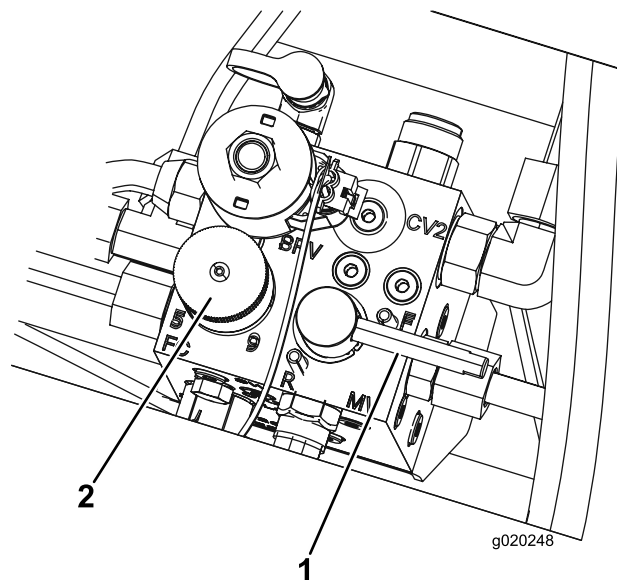

Figura 101
3. Deplasai maneta pentru ascuire în poziția F (de cosit) (Figura 101).